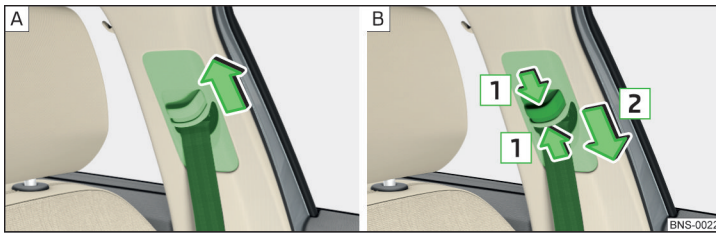

Fig. 17 Reglarea pe înălțime a centurilor de siguranță ale locurilor din față
- Deplasați dispozitivul de ghidare **în sus**, în direcția săgeții » fig. 17 - [A].
- **Sau:** Comprimați siguranța în sensul săgeților **1** și deplasați dispozitivul de ghidare **în jos** în sensul săgeții **2** » fig. 17 - [B].